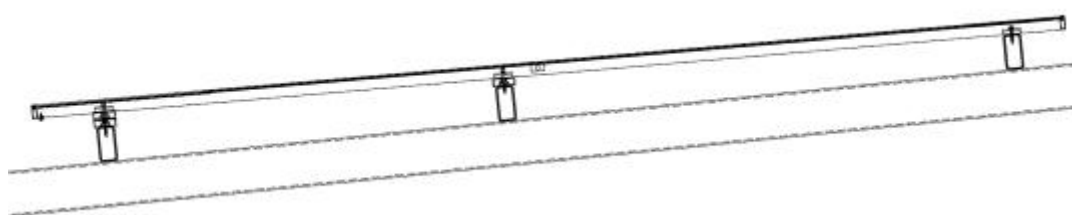

Figura 10
- 3) Instalação da abraçadeira: a instalação geral é mostrada da seguinte forma (Figura 10): a segunda fileira de trilhos, de baixo para cima, faz com que os orifícios de encaixe da braçadeira passem pelo parafuso M6 e os fixa com conjuntos de parafusos (Figura 11). Na terceira fileira de trilhos, fixe a abraçadeira usando parafusos hexagonais (Figura 12).